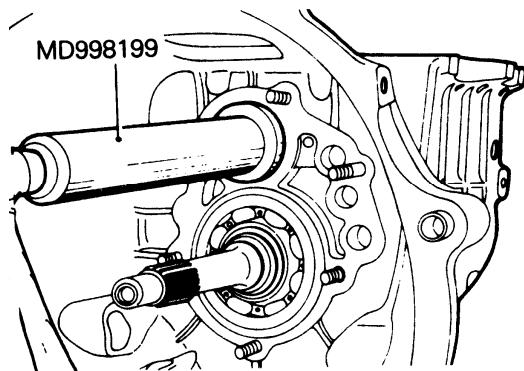

图 3-57 安装中间轴前轴承
(4) 安装中间轴前轴承时, 先将中间轴装入壳体, 随后将卡环装到中间轴前轴承(滚针)上, 再用专用工具将轴承敲入壳体, 如图 3-57 所示。